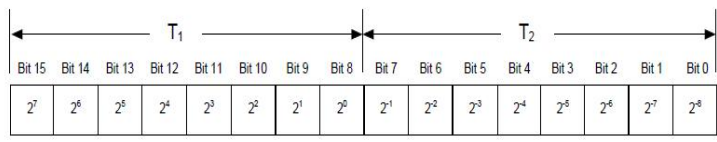

图 5-2 将温度输出转换为 $[^{\circ}C]$
4) 温度输出 $[^{\circ}C]=\frac{T_1 \cdot 2^8 + T_2}{2^8}$ ，数据位格式见图 5-2。